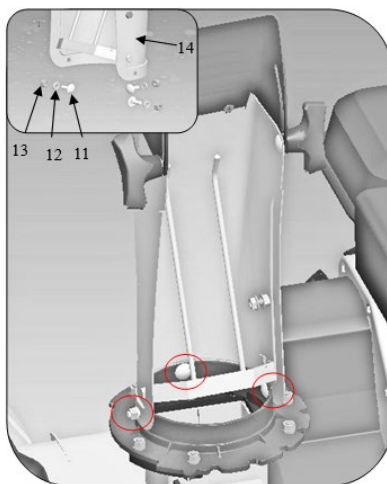

Fig. 5
- Utilice un perno de cuello cuadrado M6x16 (11), una junta 6,5x12x0,7 (12) y una contratuerca M6 (13) para fijar y apretar el conjunto del canal de descarga (14) en la tolva del quitanieves (fig. 5).